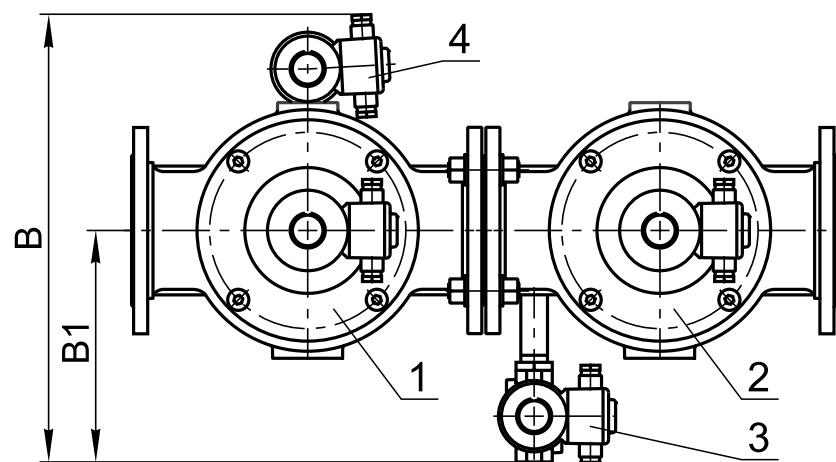
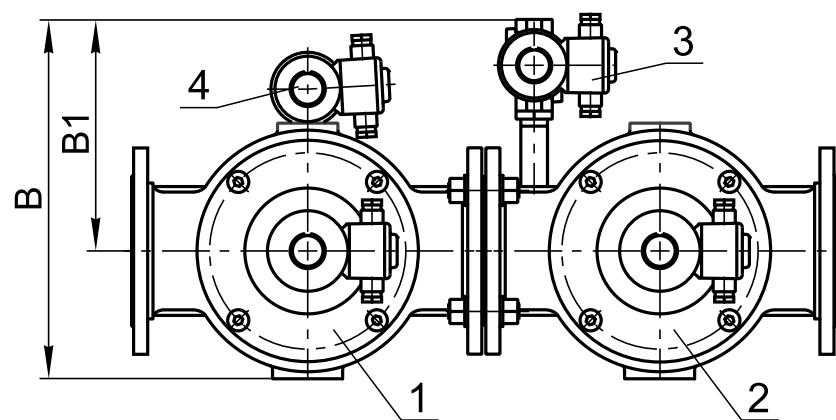

Рис. 23-47
Рис. 23-48
Блок (рис. 23-47, 23-48) состоит из следующих основных узлов и деталей:
Клапан свечи безопасности может располагаться справа по ходу газа (рис. 23-47) или слева (рис. 23-48).
* Габаритный размер «B» (ширина) приведен для правого исполнения блоков (рис. 23-47). Для левого исполнения блоков (рис. 23-48) данный размер необходимо уменьшить на 75 мм.